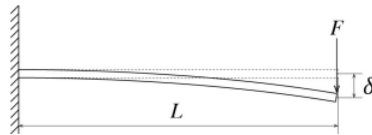

図2 先端に力が作用する片持ちばり
(4) 図 2 のように片持ちばりの先端に鉛直下方に力  $F$  を加えたところ、先端に  $\delta$  の変位が生じた。 $F$  と  $\delta$  の関係を次式のように表したときの  $k$  が片持ちばりをばねとみなしたときのばね定数 (等価ばね定数) である [5]。